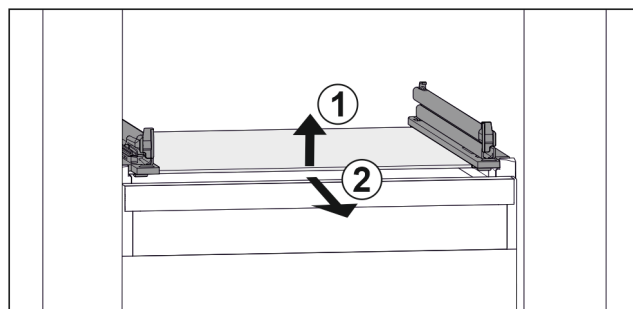

Fig. 100 Příklad znázornění skleněné desky
- ▶ Nadzvedněte skleněnou desku vpředu. Fig. 100 (1)
- ▶ Vyjměte skleněnou desku dopředu. Fig. 100 (2)